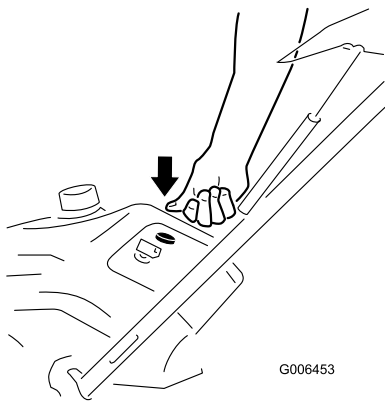

Figure 13
3. Appuyez fermement sur l'amorceur avec le pouce comme indiqué dans le tableau ci-dessous, en marquant une pause d'une seconde chaque fois (Figure 13).